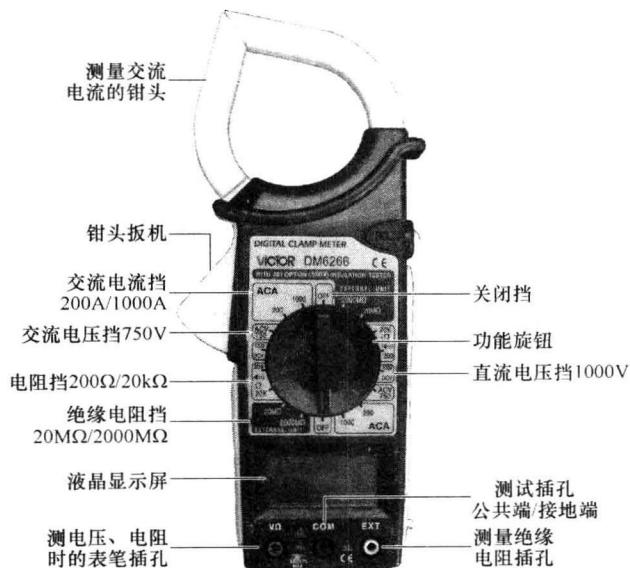

图 1-12 钳形式万用表
② 钳形式万用表。钳形式万用表比手持式数字式万用表多了一个钳形头，图 1-12 所示